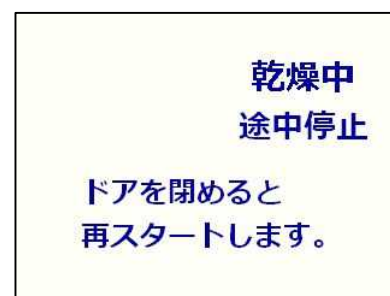

図 7-7
- ・ 乾燥工程中でドアを開くと、途中停止中画面が表示されます。(図 7-7)